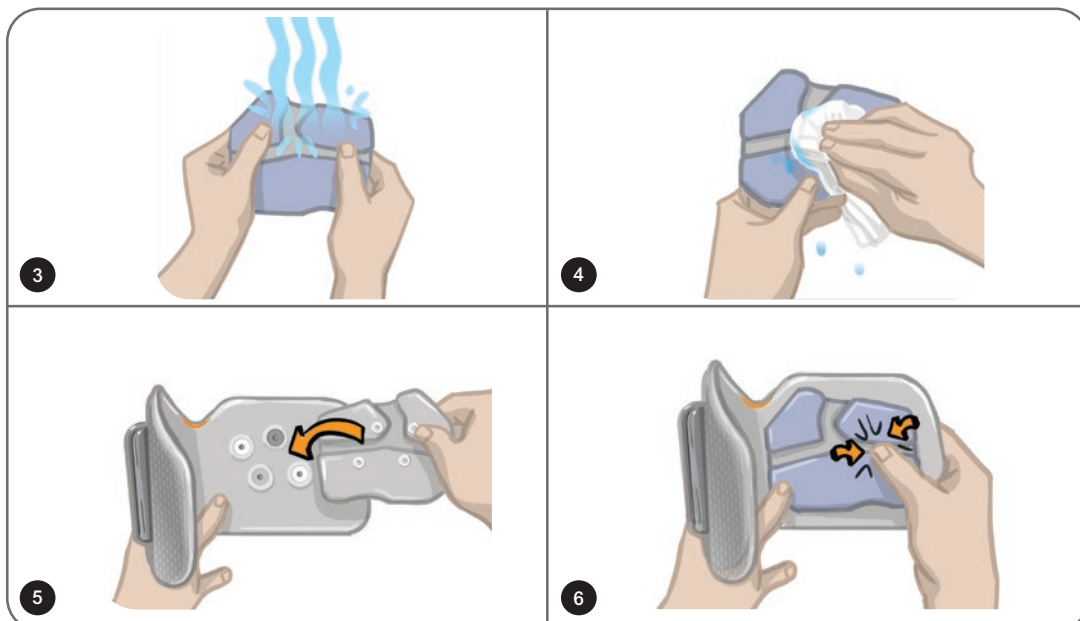

Abbildung 8-12: Anpassen der Steering-Elektrode
**So passen Sie die Steering-Elektrode an: (siehe Abbildung 8-12)**